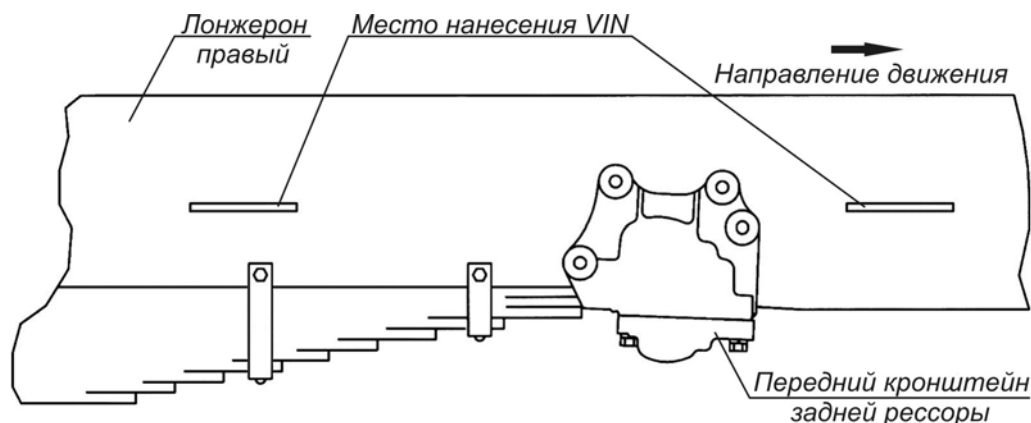

Рис. 1.1. Место нанесения VIN автомобилей и автомобильных шасси
**1.1. Идентификационный номер ТС (VIN)** на автомобилях и автомобильных шасси нанесён на правом лонжероне рамы перед передним кронштейном задней рессоры или перед задним кронштейном задней рессоры (рис. 1.1).